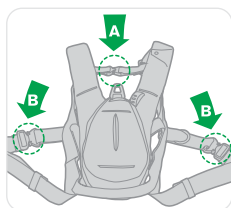

Figura 11
- Passe os braços pelas alças de ombro e conecte a fivela do tórax (A) (consulte a Figura 11).
- Conecte as fivelas da perna (B) (consulte a Figura 11). Ajuste a alça da perna puxando as alças pelas fivelas e ajustando conforme necessário até ficar bem ajustado (consulte a Figura 14).